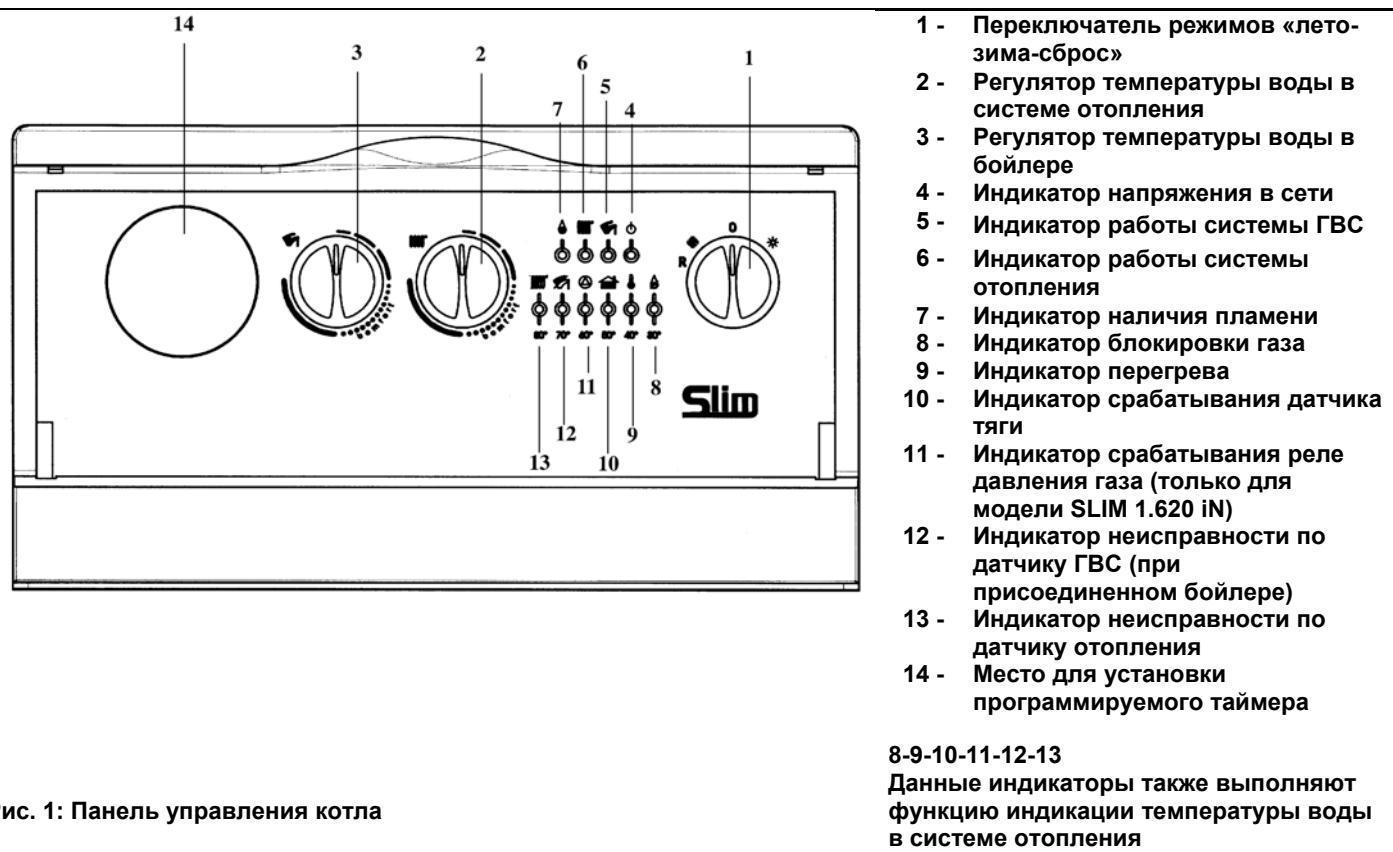

Рис. 1: Панель управления котла
- установить переключатель режимов «лето - зима» (рис. 1, позиция 1) в режим «зима» \*
- установить регулятор температуры воды в системе отопления (рис. 1, позиция 2) на нужное значение.
**Важная информация:** при переключателе режимов «лето - зима» (рис. 1, позиция 1), установленном в положении «зима» , перед каждым очередным включением котла по сигналу регулятора системы отопления установлена задержка на несколько минут (для того чтобы избежать частых включений/выключений). Для того чтобы горелка включилась сразу, переведите переключатель в положение (0), а затем снова установите режим «зима».
**Внимание!** При первом включении внутри трубы подачи газа могут образоваться воздушные пробки. В таких случаях горелка не будет включаться и произойдет блокировка котла по газу (загорается красная лампочка блокировки котла - рис. 1, позиция 8). При возникновении данной проблемы повторите процесс включения котла до поступления газа в горелку, кратковременно установив перед включением переключатель режимов (рис. 1, позиция 1) в положение  (сброс).
Регулятор температуры воды в бойлере (рис. 1, поз. 3) может использоваться только при наличии накопительного бойлера. В этом случае возможно отрегулировать температуру воды контура ГВС, установив регулятор на нужное значение.
Приоритет ГВС можно отключить установив регулятор (рис. 1, поз. 3) на минимальное значение в соответствии с функцией защиты от замерзания воды в бойлере.
Данное устройство может быть снабжено комнатным термостатом для контроля температуры отапливаемого помещения. В этом случае регулятор температуры воды в системе отопления (рис.1, поз. 2) устанавливается в максимальное положение, а сигналы на включение и выключение котла поступают от комнатного термостата. При отсутствии комнатного термостата температура помещения регулируется косвенным образом при помощи регулятора температуры воды в системе отопления (рис.1, поз. 2); при таких условиях насос системы отопления работает постоянно. Для увеличения температуры повернуть регулятор по часовой стрелке, для уменьшения - против часовой стрелки.
- Установить переключатель режимов (рис. 1, поз. 1) в положение (0), проследив, чтобы лампочка-индикатор (рис. 1, позиция 4) погасла; таким образом, прекращается подача электричества на котел.
- переключатель режимов (рис.1, позиция 1) не установлен в положение (0);